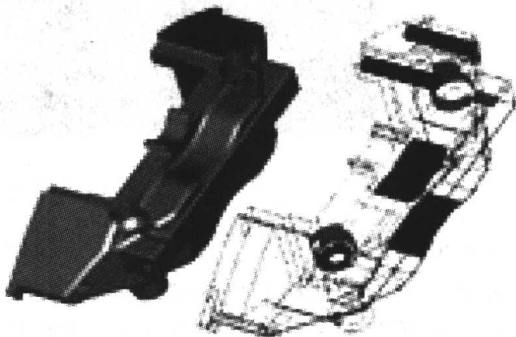

图 1-2 形状比较
(1) 直接建模 Pro/Engineer 2001 使用最少的用户界面交互和鼠标移动，使用户能够交互地建立和修改特征。凭借直接建模的这些改进功能，仅通过鼠标点击和拖动，用户就能够快速地建立和修改倒圆角、加料和减料。通过点击和拖动特征剖面、直接在屏幕上编辑尺寸值，或者从最近输入值的智能化下拉式列表中进行选择，用户就可以做出改变。
(2) 形状比较 形状比较技术有助于产品开发组成员理解一个零件是如何改变的，或者它与其他相似零件有何区别（见图 1-2）。形状比较技术建立在获得专利的 Pro/Engineer 形状索引功能的基础之上，该技术提供了对几何差异的即时图形反馈。这种方法，对于所有参与工程改变过程的人员是至关重要的，它消除了潜在的制造错误，并节省了时间。